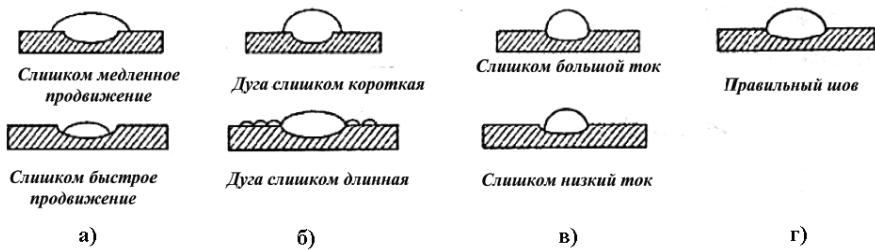

Рисунок 3. Типы сварочных швов.
7.5. Слишком длинная сварочная дуга вызывает искры и слабое плавление обрабатываемого металла, при слишком короткой дуге электрод прилипает к металлу, см. рис. 3б.
7.6. В случае если ток слишком высокий, то электрод быстро сгорает и при этом шов получается широкий и неровный. Если ток слишком низкий, то шов получается узкий и неровный, см. рис. 3в.
7.7. При правильном выборе скорости сварки и силы тока шов получается необходимой ширины без деформаций и кратеров, см. рис. 3г.